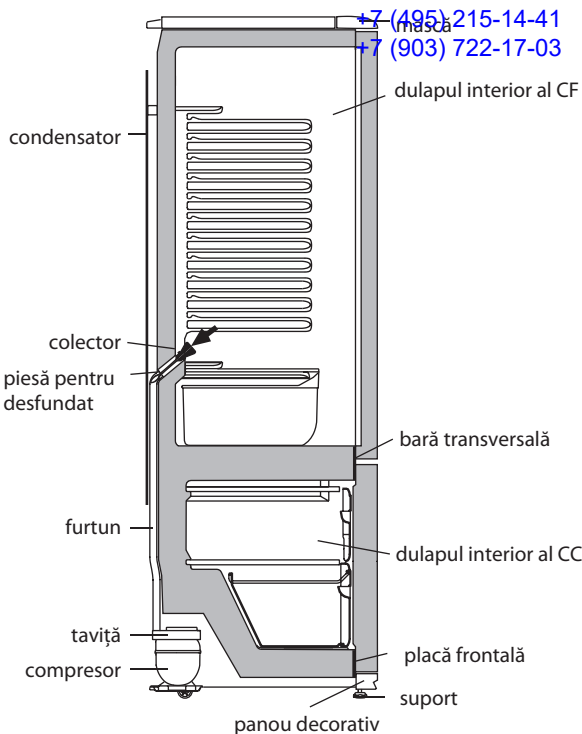

Figura 4 — Schema scurgerii apei rezultate în urma topirii din CF
**2.2.1** În CF se folosește un sistem automat de dezghețare. Bruma, care apare pe pereții din spate al CF, după deconectarea compresorului care lucrează în ciclu, se topește și se transformă în picături de apă. Picăturile de apă rezultată în urma topirii se scurg în colector, apoi prin gaura acestuia și prin furtun - în taviță de pe compresor, în conformitate cu figura 4 și se evaporă. Gaura colectorului este dotată cu o piesă pentru prevenirea înfundării sistemului de drenaj.
Prezența apei în colector indică înfundarea sistemului de drenaj. Pentru eliminarea înfundării folosiți piesa corespunzătoare și curățați gaura colectorului, astfel ca apa să se scurgă liber în taviță, apoi spălați piesa și instalați-o în conformitate cu figura 4.
**SE INTERZICE** să utilizați frigiderul cu sistemul de scurgere înfundat. Apa care a apărut pe fundul CF sau care a ajuns în locul de alăturare a barei transversale și a dulapului interior al CF, în conformitate cu figura 4, poate provoca coroziunea dulapului exterior al frigiderului și elementelor agregatului frigorific, defectarea izolației termice, formarea crăpăturilor dulapului interior și defecțiunea frigiderului.
**SE INTERZICE** să decongețați congelatorul fără utilizarea elementului pentru drenare. Apa rezultată în urma topirii care se scurge din cameră afară de elementul pentru drenare, pătrunzând în locul de alăturare a plăcii frontale la dulapul interior în conformitate cu figura 4, poate provoca coroziunea dulapului exterior al congelatorului și a elementelor agregatului frigorific, defectarea izolației termice, formarea crăpăturilor dulapului interior și defectarea dulapului frigiderului.